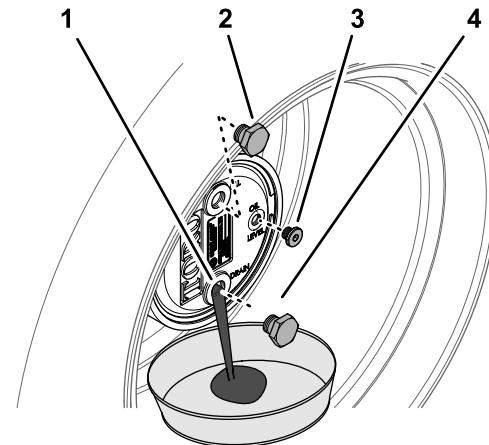

Figure 139
2. Enlevez le bouchon de remplissage de la position 12 heures et le bouchon de contrôle de la position 3 heures (Figure 139).
3. Placez un bac de vidange sous le moyeu du train planétaire, enlevez le bouchon de vidange à la position 6 heures et vidangez toute l'huile (Figure 139).
5. Insérez le bouchon de vidange dans l'orifice de vidange du carter de train planétaire (Figure 139).